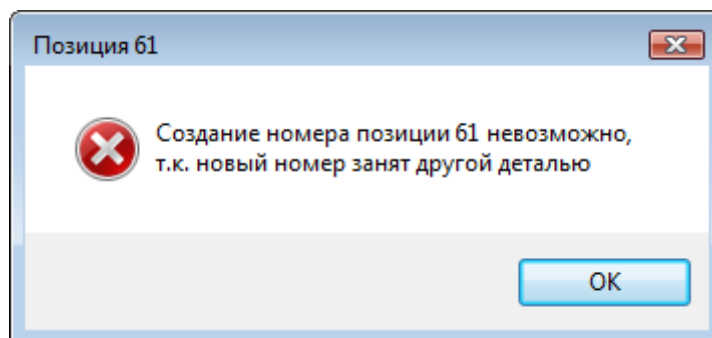

Рисунок 44. Сообщение об ошибке в номере позиции
Ключевое значение имеет параметр **Позиция (7)**, значение которого должно быть уникальным в текущем чертеже. При замене существующей детали или создании новой детали номер позиции **не должен совпасть** с номером позиции любой другой ранее записанной детали. В противном случае выводится сообщение об ошибке (рис. 44).